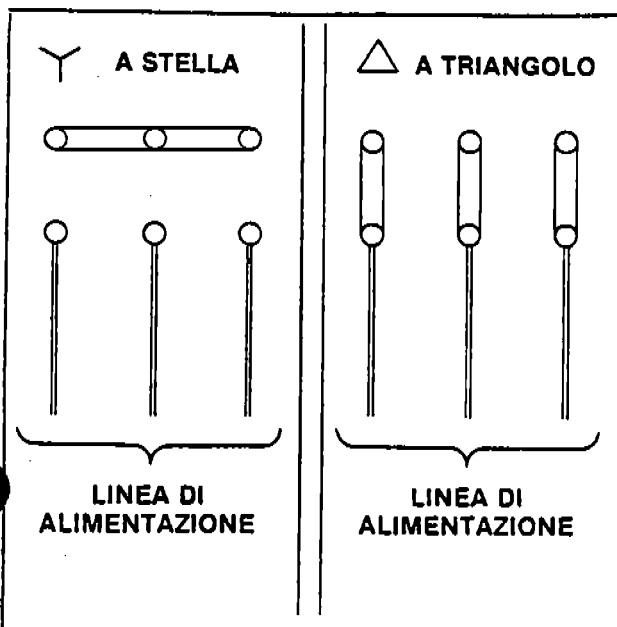
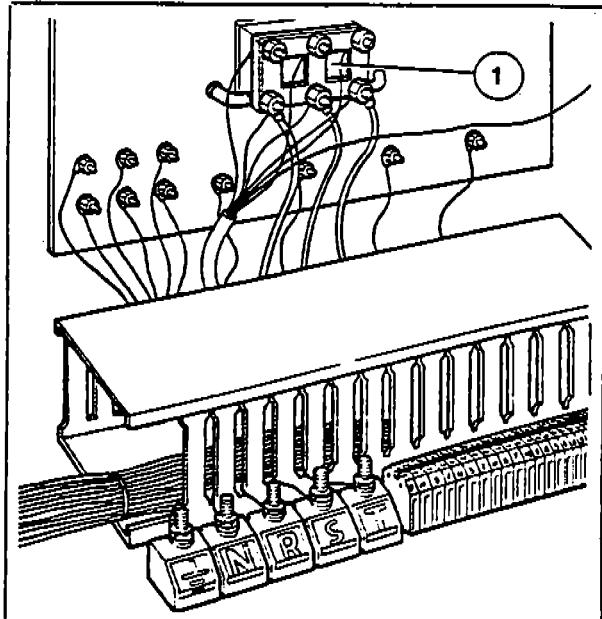

Fig. 1
Fig. 2
Power connections on the terminal board (Fig. 1):
**⚠** The ride for U.S. are ready for 220 V 3 phases, to switch to 380 V 3 phases you must switch some connections on the terminal board and transformer (Fig. 1). Please contact our engineering department for more details.
- b) Collegare la linea di alimentazione esterna, controllare prima i collegamenti a stella ( $\text{Y}$ ) o triangolo ( $\Delta$ ) sul trasformatore (1-Fig. 1), ai morsetti (R-S-T-N e  $\text{---} \parallel$ ) del quadro elettrico (Fig. 1).
**⚠** In caso di alimentazione esterna con voltaggio nominale V 220 trifase, il morsetto N (neutro) deve essere collegato al morsetto R (sulla stessa fase). Scambiare inoltre il collegamento sul trasformatore (1-Fig. 1) da stella ( $\text{Y}$ ) a triangolo ( $\Delta$ ) (Fig. 2).